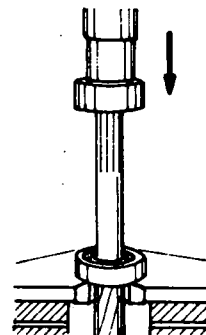

Fig. 7
- e Retire o rolamento, usando um extrator (fig. 7).